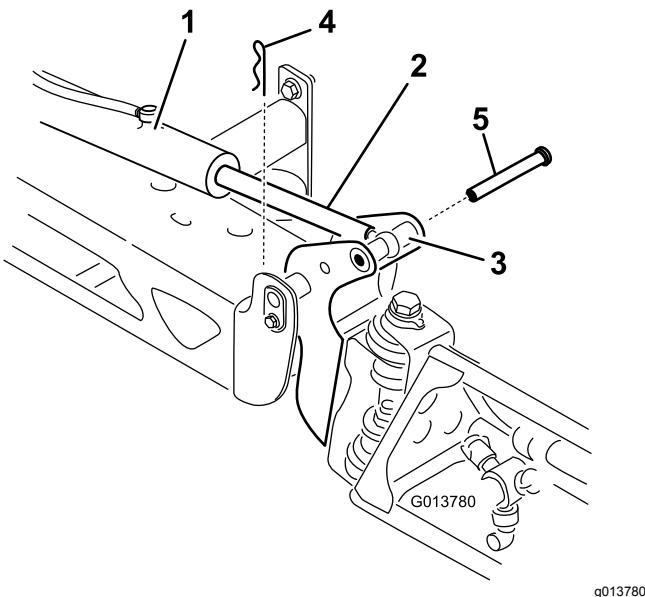

Figura 83
2. Togliete la coppiglia dal perno di articolazione (Figura 83).
3. Sollevate la barra, togliete il perno (Figura 83) e fate scendere lentamente la barra a terra.
9. Tenete ferma la barra e inserite il perno attraverso il perno della barra e l'asta dell'attuatore (Figura 83).